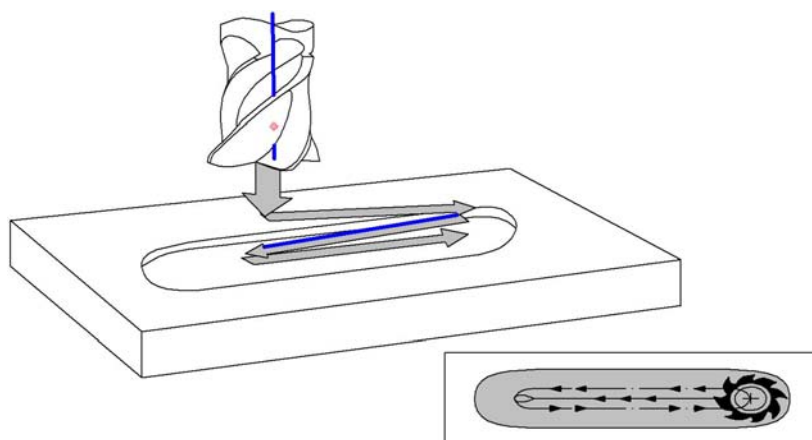

Рис. 4.68. Движение продольного врезания инструмента в заготовку
2. Инструмент перемещается с подачей фрезерования на поверхность заготовки, затем в продольном направлении врезается под наклоном в материал заготовки к центру правого круга (рис. 4.68).